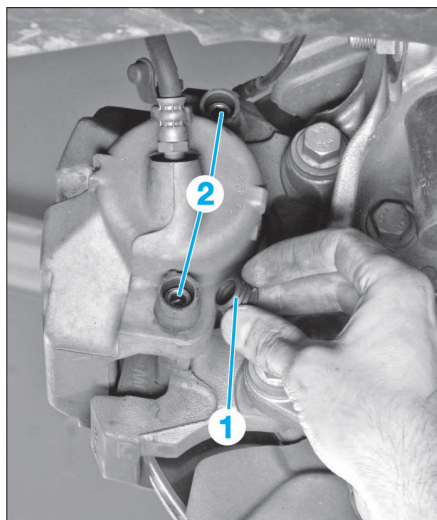

FIG. 3
- Déposer les bouchons (1) (Fig.3).
- nettoyer les vis de guidage (2) mais ne pas les graisser (Fig.3). Contrôler les filetages. Remplacer les vis si elles ne sont pas en parfait état